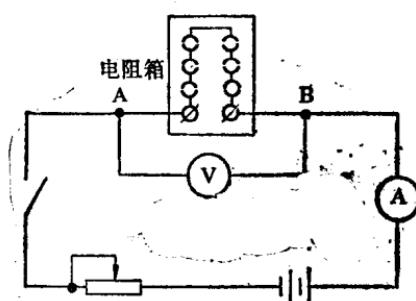

图1·1-1 简单直流电路
(1) 定义 按图1·1-1接线做实验。若保持电阻箱的电阻 R 值不变，调节可变电阻以改变A、B两点间的电压 U ，便可发现电路中流过的电流 I 与电压 U 成正比，即